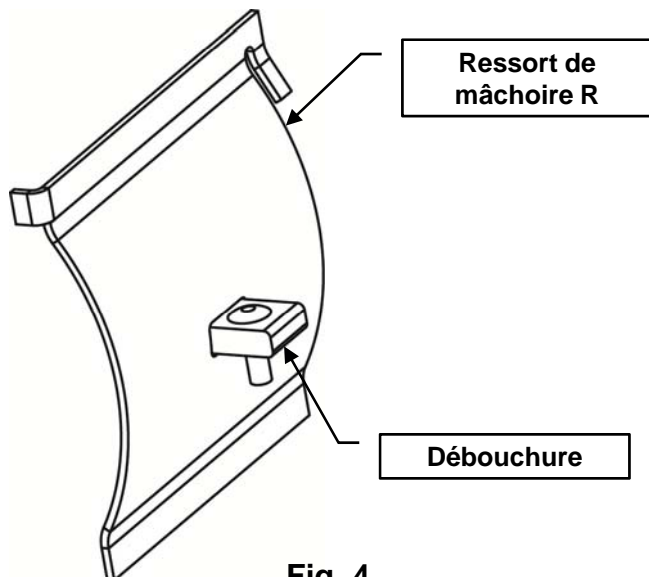

Fig. 4
3. Installer le ressort de mâchoire de classe R et la débouchure de l'ensemble, tel qu'illustré aux Fig. 4, 5 et 6.